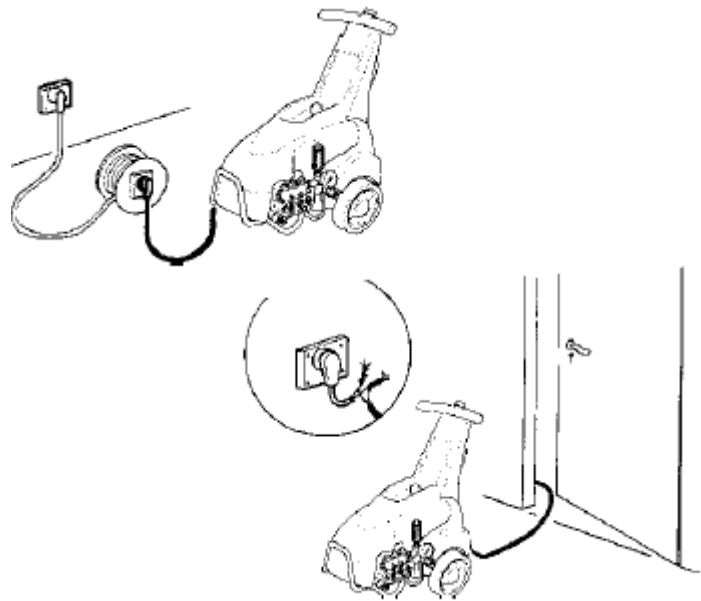

Рис.3
3. Перед началом выполнения любых работ с аппаратом необходимо отсоединить вилку от розетки электропитания. Все технические операции должны производиться в авторизованном сервисном центре (рис.3).